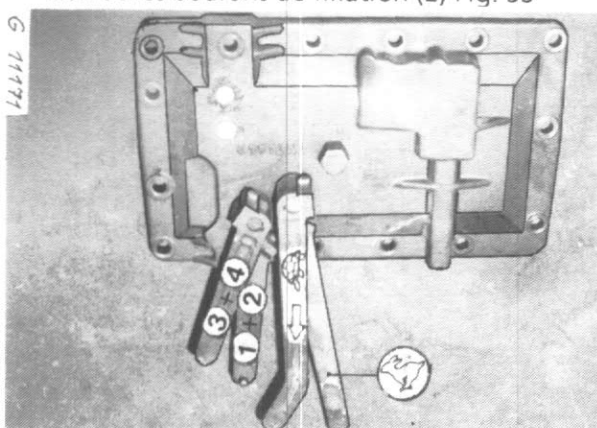

Figure 35
- S'il n'y a pas nécessité absolue, ne démontez pas les leviers extérieurs (Figure 35).